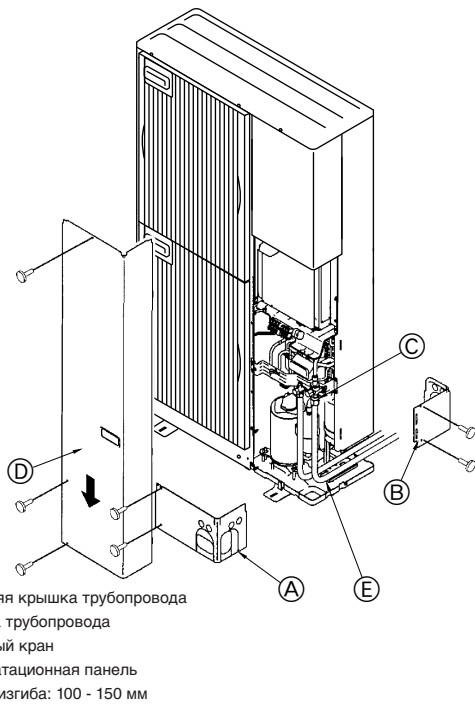

Fig. 5-6
5.6. Прокладка труб хладагента (Fig. 5-6)